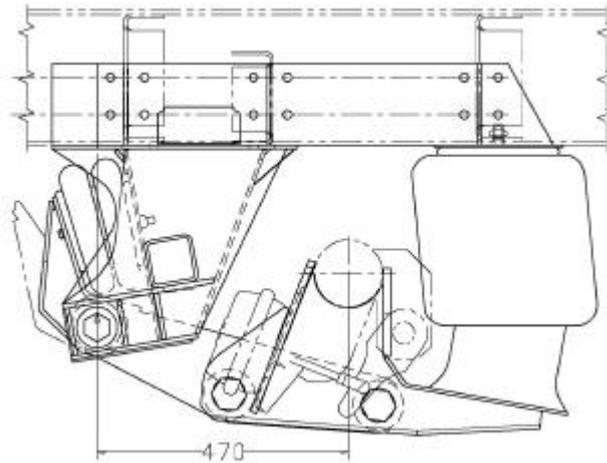

Fig. 2
- B. Mida hacia delante desde la línea "M" para marcar la parte frontal de los soportes de suspensión (Vea la Fig. 2 para posición apropiada, instalando el espaciador si es necesario.)